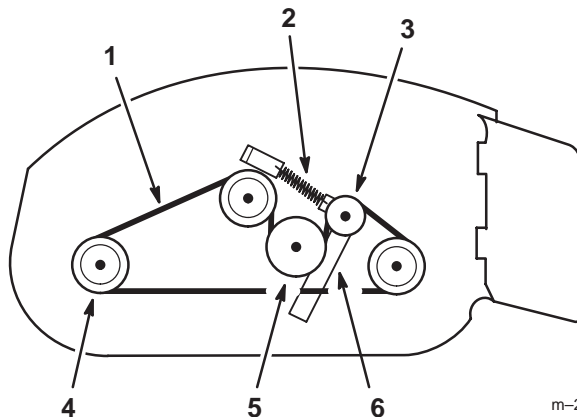

Bild 26
4. Legen Sie den neuen Messer-Treibriemen um die drei Spindelscheiben, die Ausgangsscheibe des Getriebes und die Spanscheibe des Schneidwerks (Bild 26).
5. Bringen Sie die Feder am Spanscheibenarm wieder an (Bild 26).